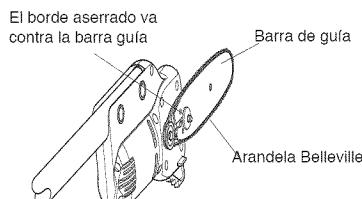

Figura 3 - Ensamble de la arandela Belleville
- Coloque en la Sierra de Pétiga la arandela Belleville, la tapa de la rueda dentada y la tuerca de la barra guía. **IMPORTANTE:** Asegúrese que el borde aserrado de la arandela Belleville esté colocado como se muestra en la Figura 3. En borde aserrado debe hacer contacto con la barra guía.